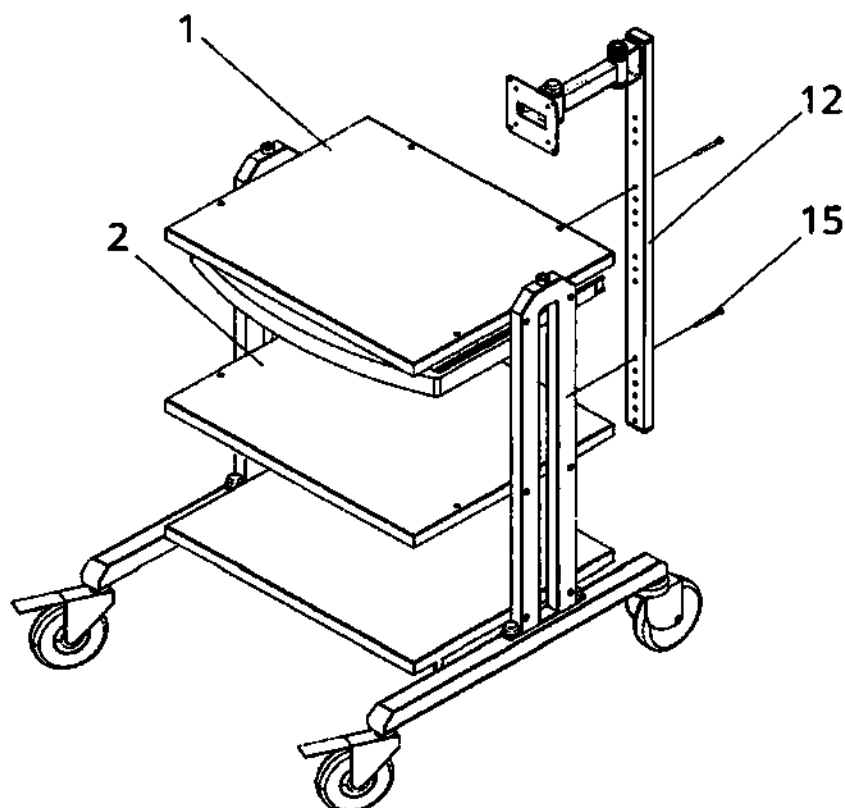

Рис. 7. Установка кронштейна
5. Установите кронштейн для крепления монитора (поз. 12 в табл. 1 и на рис. 7) на полки (поз. 1 и 2 в табл. 1 и на рис. 7) и закрепите винтами M5×35 (поз. 15 в табл. 1 и на рис. 7). Для регулировки высоты на вертикальной штанге кронштейна имеются три группы отверстий с шагом 25 мм.
8. После установки и регулировки кронштейна для крепления монитора (поз. 12 в табл. 1 и на рис. 7) неиспользуемые отверстия закройте самоклеящимися заглушками (поз. 25 в табл. 1).
9. В отверстиях на полках (поз. 1 и 2 в табл. 1 и на рис. 7) должны быть установлены втулки (поз. 27 в табл. 1).
При необходимости имеется возможность установки двух мониторов с использованием дополнительного кронштейна для крепления монитора (поз. 12 в табл. 1 и на рис. 7).